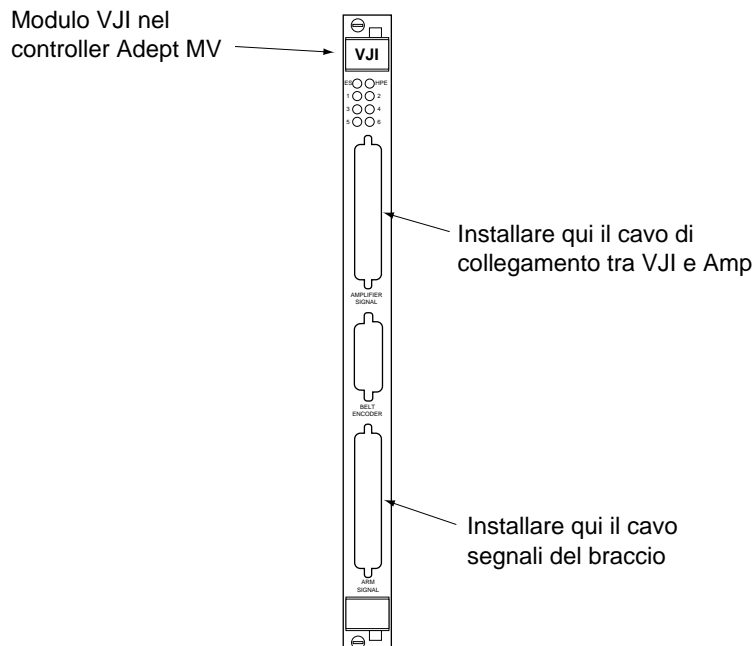

Figura 2-12. Installazione dei cavi tra il robot e VJI
1. Collegare il connettore D-sub a 50 piedini al connettore segnali del braccio (inferiore) sul modulo VII. Vedere la Figura 2-12.